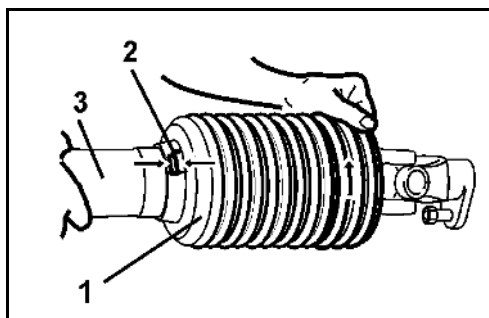

Bild 52
6. Lossa smörjnippeln (Bild 52/1) och sätt dit kraftöverföringsaxeln (Bild 52/2).
7. Fäst ledgaffeln (Bild 52/3) med en brytbult (Bild 52/4).
8. Skruva in smörjnippeln (Bild 52/1).